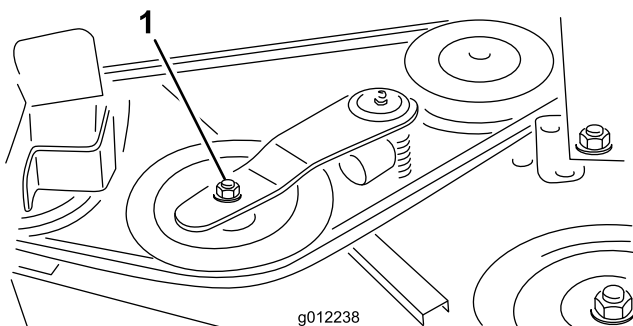
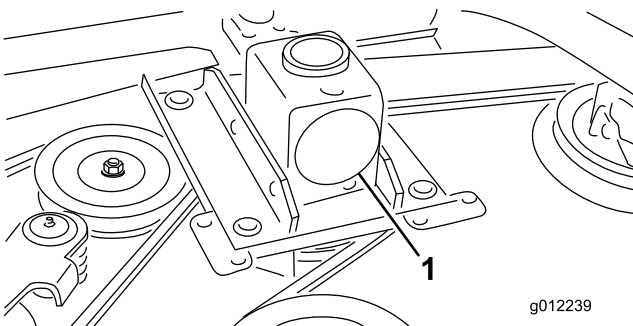

Bild 30
Bild 31
2. Schieben Sie die Spannscheibe mit einem Schraubenschlüssel oder einem ähnlichen Werkzeug (Bild 30) vom Treibriemen und lassen Sie den Riemen von der Getriebespannscheibe rutschen (Bild 31).